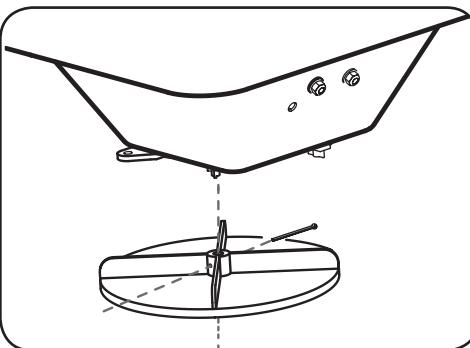

Figure 1-6
- Fixez le disque rotatif sur l'arbre du moteur avec une goupille fendue. Voir Figure 1-6.